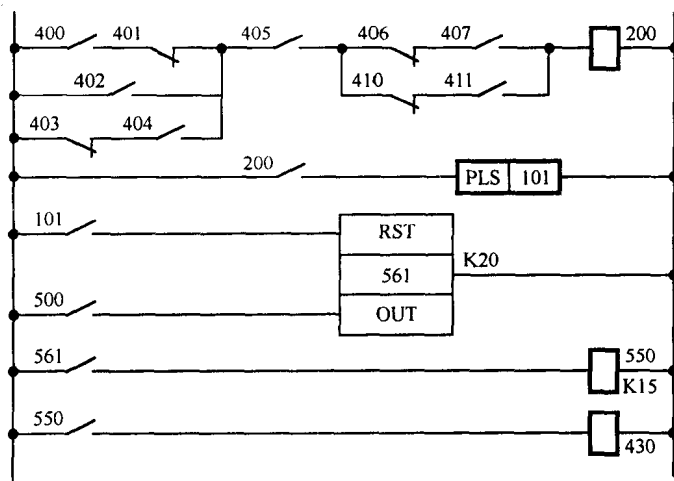

图 14.4.3
2. 设图 14.4.3 所示的梯形图为一完整的控制程序, 试用 F-40M 型 PLC 的指令写出其指令语句表。